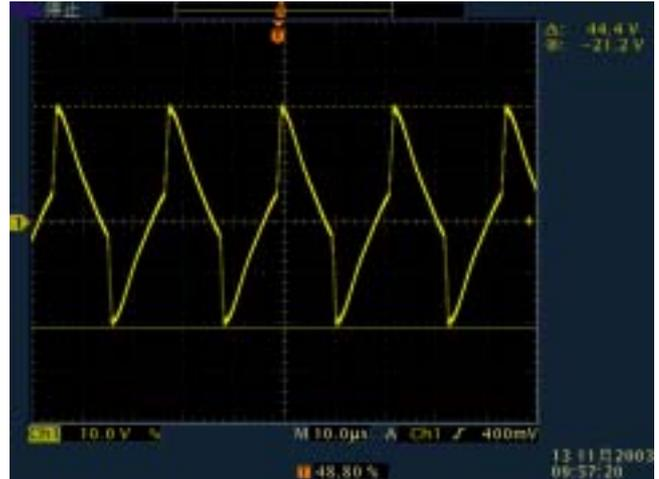

图 8 谐振电感次级的感应电压
- 调整馈电电压。首先断开镇流器的馈电回路（T4、T5 的副边经 D17、D18、R18 到 BL8301 的供电回路）并准备用示波器观测 T4 副边电压，然后将芯片的 VCC 端接 +15V 直流电源正端，GND 端接直流电源和交流电源负端（共地）。同时开启交流电源和直流电源，可以看到荧光灯将预热后点亮，观测荧光灯正常工作时 T4 的副边电压（如图 8），调整谐振电感 T4、T5 的次级匝数使两个电感次级的感应电压峰值都在 20V 左右。调整完毕后去掉直流电源，恢复镇流器的馈电回路。